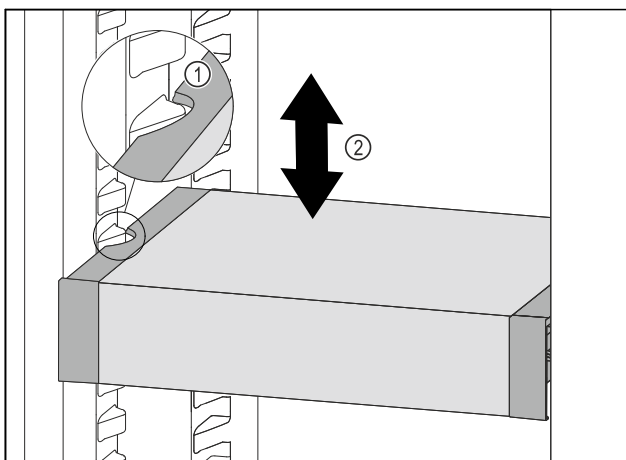

Fig. 82
- ▶ Vedä VarioSafe-laatikkoa ulospäin, kunnes VarioSafen sivuilla olevat lovet ovat jääkaappiosassa olevien kotelo-kiilojen tasolla. Fig. 82 (1)
- ▶ Siirrä VarioSafe-laatikkoa ylös- tai alaspäin jääkaappiosassa haluttuun korkeuteen. Fig. 82 (2)